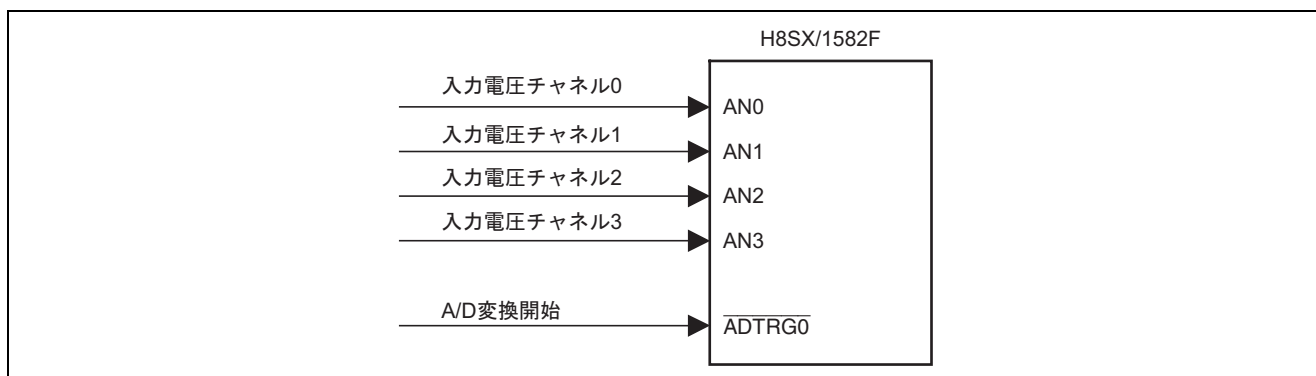

図 1 スキャンモードによる A/D 変換
- スキャンモードによる A/D 変換を図 1 に示します。